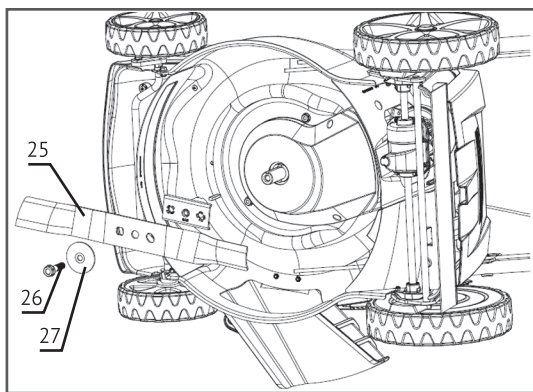

Рис.21
- Для замены используйте оригинальные ножи HYUNDAI. Замена производится в следующем порядке (рис. 21):
- открутите болт (26). Для предотвращения проворачивания ножей при раскручивании болта используйте деревянный блок. Для защиты рук рекомендуется использовать прочные перчатки.
- снимите дефектный нож и поставьте новый (25)
- наденьте шайбу (27) правильной стороной на болт (выпуклой стороной в сторону шляпки болта)